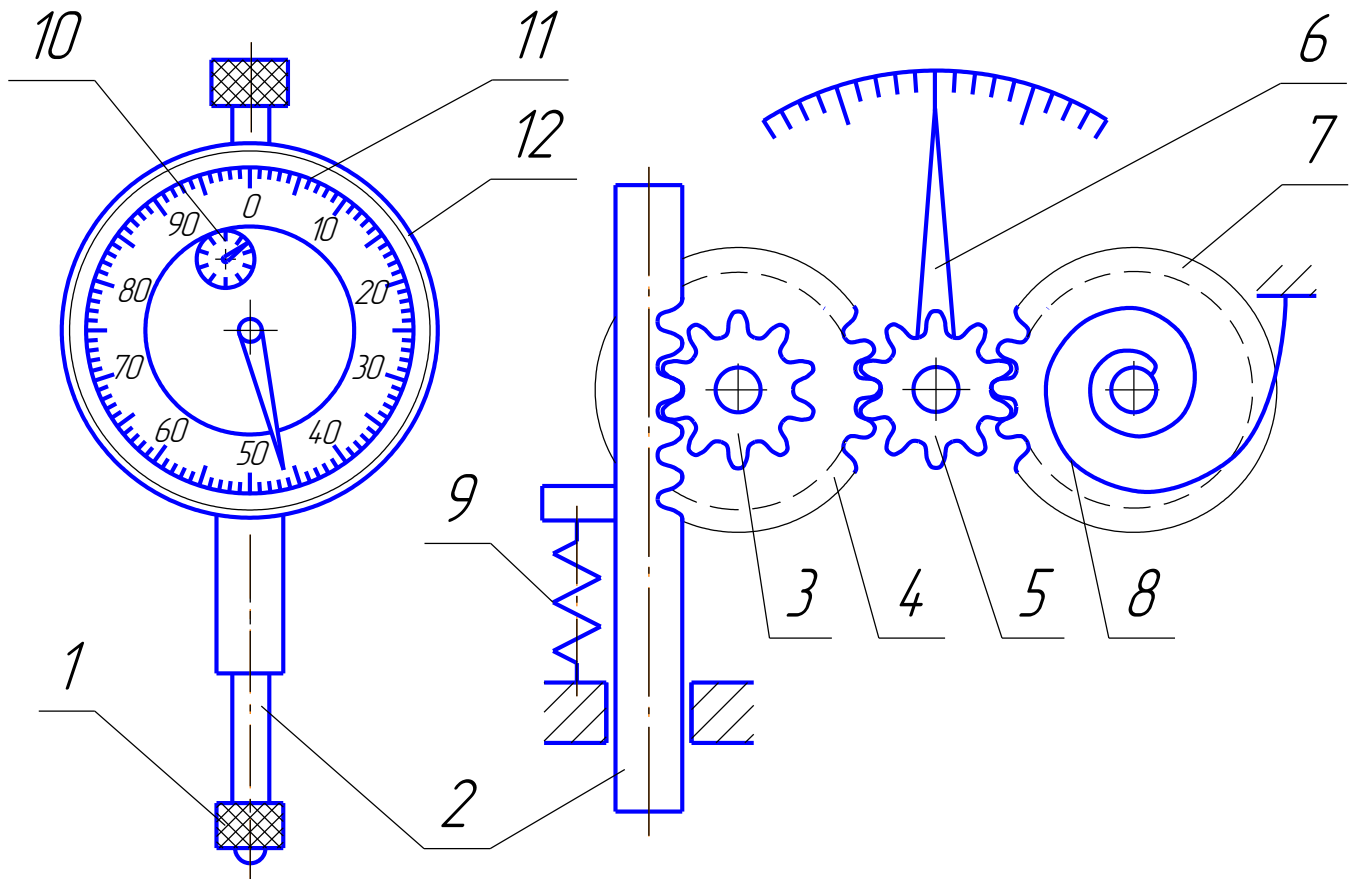

Рисунок 5.4 - Индикатор часового типа
- 11) Для чего предназначена пружина 9 (см. рисунок 5.4) в конструкции индикатора часового типа?
- 12) Для чего предназначены колесо 7 и пружинный волосок 8 (см. рисунок 5.4) в конструкции индикатора часового типа?
- 13) Чему соответствует поворот стрелки индикатора часового типа на одно деление малой шкалы 10 (см. рисунок 5.4)?
- 14) Докажите, что если наконечник 1 (см. рисунок 5.4) переместится на 1 мм, большая стрелка индикатора часового типа сделает один оборот.